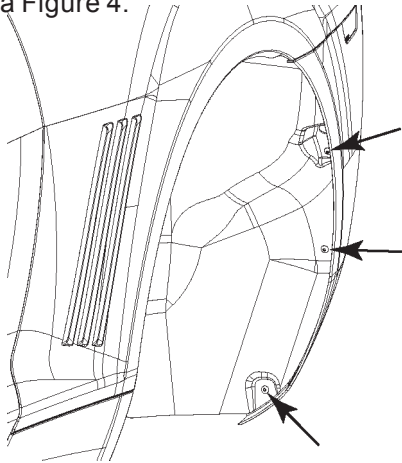

FIGURE 4
6. Retirer les vis de la garniture de roue à l'aide d'un embout à pointe hexalobée T15. Trois par côté. Conserver. Se reporter à la Figure 4.
17. Brancher le faisceau de câblage des feux rouge arrière gauche et droit. Se reporter à la Figure 4.